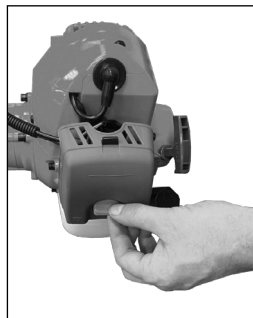
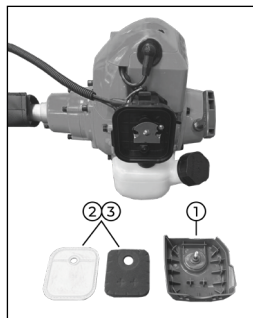

Рис. 25
Рис. 26
Винт «Т» карбюратора (Рис. 25) регулирует обороты холостого хода, а именно изменяет положение дроссельной заслонки, увеличивает или уменьшает количество подаваемой топливной смеси на холостых оборотах.
- Открутите фиксатор крышки воздушного фильтра (рис. 25), снимите крышку (рис. 26 поз. 1) и фильтрующий элемент (рис. 26 поз. 2).
- Очистите фильтрующий элемент (рис. 26 поз. 2) промыв в мыльном растворе. Не используйте для очистки бензин и растворители.
- Остановите фильтрующий элемент (рис. 26 поз. 2) и крышку воздушного фильтра, закрутите фиксатор (рис. 26 поз. 1).